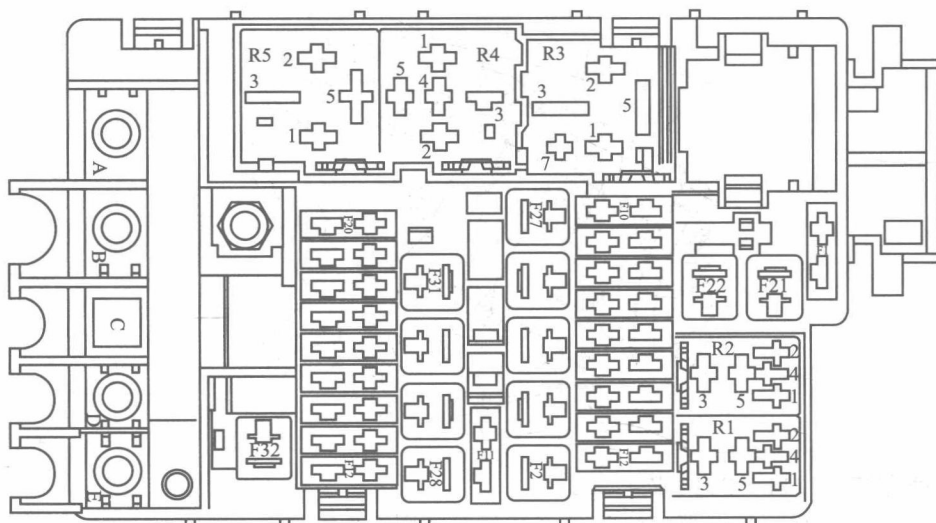

图 1-9 电控箱上的熔断器支架
- ② 熔断器 SB 在电控箱上，在发动机舱内的左侧，见图 1-9。